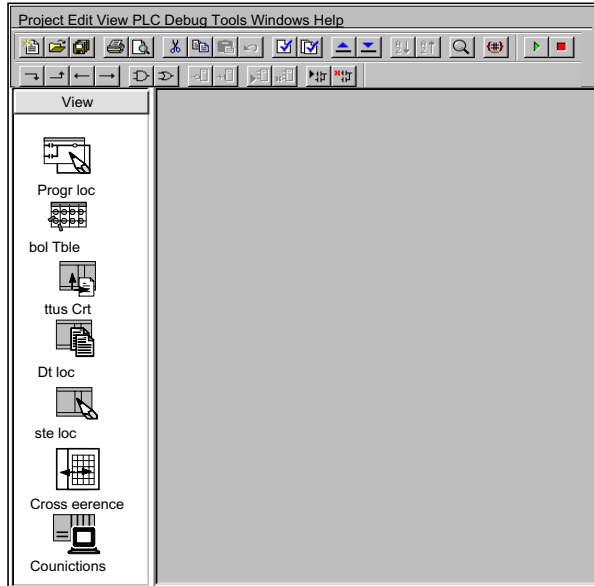

图 7-3 STEP 7-Micro/WIN 32 的菜单显示
- 在 STEP 7-Micro/WIN 32 窗口内单击通讯图标 (见图 7-3)。